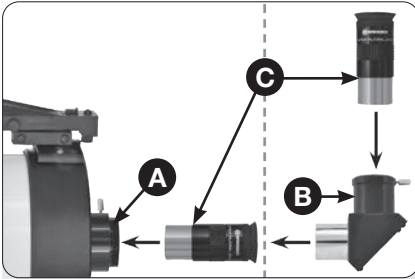

Abb. 11: Montagemöglichkeiten des optischen Zubehörs an der Fokussiereinheit.
11. Einsetzen des Okulars (Abb. 11) für den Geradesichtmodus: Entfernen Sie die Staubschutzkappe von der Okularhalterung. Legen Sie die Staubschutzkappe an einen sicheren Platz und setzen Sie sie wieder ein, wenn Sie mit dem Beobachten fertig sind, damit kein Schmutz in das Teleskop eindringt. Lösen Sie die Rändelschraube und setzen Sie das mitgelieferte Okular (C, Abb. 11) in die Okularhalterung (A, Abb. 11) ein. Ziehen Sie anschließend die Schraube wieder handfest an, damit das Okular fest sitzt.
12. Einsetzen des Zenitspiegels (Abb. 11): Für einen bequemeren nackenfreundlichen Einblick in Zenithöhe empfehlenswert. Der Zenitspiegel (B, Abb. 11) wird in die Okularhalterung (A, Abb. 11) eingesetzt. Anschließend wird das Okular (C, Abb. 11) in die Aufnahme des Zenitspiegels eingesetzt. Ziehen Sie nach dem Einsetzen von Zenitspiegel und Okular jeweils die entsprechenden Fixierschrauben wieder gut an, damit alle Teile sicher in Ihrer Position befestigt sind.